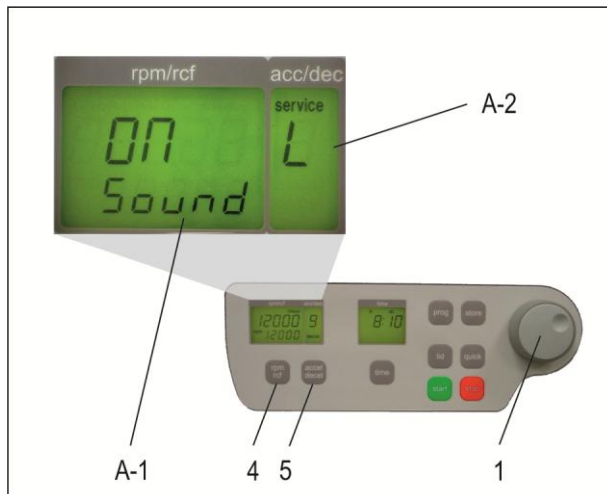

Abbildung 5
Öffnen Sie wie unter Punkt 1.8.2 beschrieben das Menü „Grundeinstellungen“. Danach drücken Sie die Taste „accel/decel“ (5). Im Anzeigenfeld „accel/decel“ (A-2) blinkt der Schriftzug „service“. Wählen Sie nun mit dem Einstellregler (1) den Buchstaben „L“. Daraufhin erscheint im Anzeigenfeld „rpm/rcf“ (A-1) der Schriftzug „On Sound“. Wenn Sie jetzt die Taste „rpm/rcf“ (4) drücken, blinkt der Schriftzug „On“ und mit dem Einstellregler (1) kann der Ton abgeschaltet werden (siehe Abbildung 5).